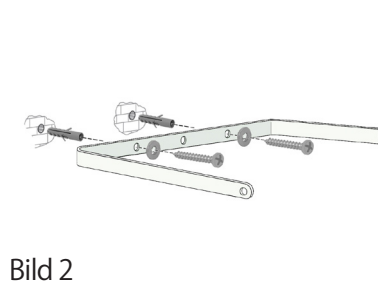

Bild 2
Fasten the bracket with screws and washers (fig.2).
2. Die Bohrlöcher an den entsprechenden Stellen anzeichnen, die Löcher bohren und die Dübel einsetzen. Bei Holzwänden oder Leichtbauwänden passendes Material verwenden. Den Halter mit Schrauben und mit Unterlegscheiben anschrauben (Bild 2).